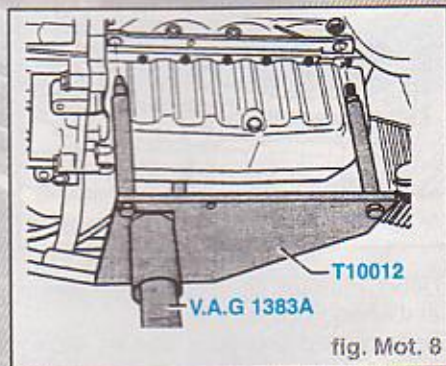

fig. Mot. 8
- Mettre en place le support de moteur T 10012 dans l'élévateur pour moteur et BV VAG 1383 A (fig. Mot. 8).